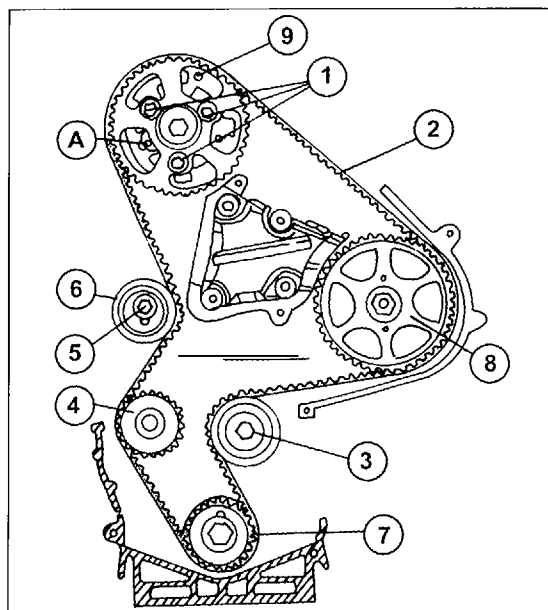

Bild 126
Zu beachten ist, dass ein Spezialmessgerät zum Spannen des Zahnriemens benutzt wird. Dieses wird auf der langen Seite des Zahnriemens angesetzt, wie es in Bild 126 gezeigt wird und gibt eine in so genannten SEEM-Einheiten eingedrückte Anzeige an. Falls man dieses Messgerät nicht besorgen kann, muss man die Spannung entsprechend den beim Ausbau des Riemens gegebenen Anweisungen wieder herstellen, d. h. erfahrene Kfz-Mechaniker können die Zahnriemenspannung mit Hilfe einer Federwaage einstellen, wenn man die Spannung vor dem Ausbau des Riemens gemessen hat. Folgendermaßen unter Bezug auf Bild 127 vorgehen:
- Das in Bild 126 gezeigte Messinstrument am Zahnriemen an der Pfeilstelle in Bild 127 ansetzen und die Mutter der Spannrolle (3) lockern. Mit einem in die Zahnriemensspannrolle eingesetzten Versteller (B) die Rolle nach links verdrehen, bis eine Anzeige von 98 SEEM-Einheiten am Lesegerät (C) angezeigt wird (Pos. 3 in Bild 126 zeigt das Lesegerät). In dieser Stellung die Schraube (3) der Spannrolle mit 25 Nm anziehen. Kontrollieren, dass die Schrauben für das Steuerrad der Nockenwelle nicht gegen die Enden der Langlöcher ansitzen. Um dies zu überprüfen, entfernt man eine der Schrauben (4) aus dem Steuerrad (1). Falls alles in Ordnung ist, alle Schrauben (4) gleichmäßig mit 20 Nm anziehen. Andernfalls muss der Riemen nochmals neu aufgelegt werden.